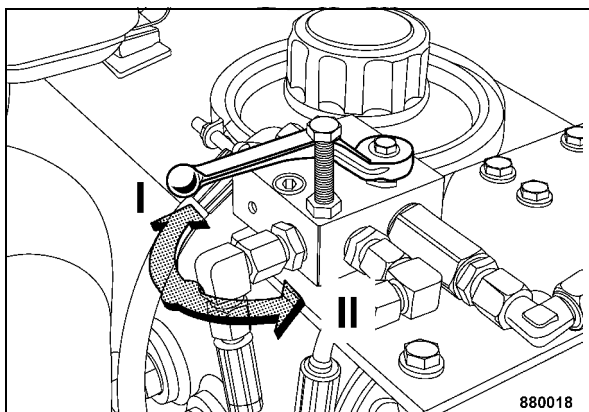

Fig. 79
- Ribaltare nuovamente la valvola sferica di arresto nella posizione "I", avvitare la vite di sicurezza ed assicurarla con il dado esagonale (Fig. 79) (solo macchine AC).